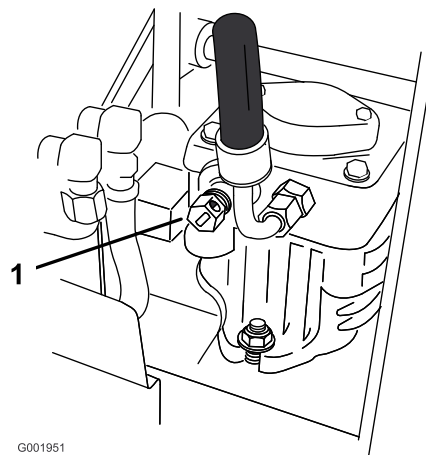

図 25
2. バイパスバルブを2個とも、左に1-2回転させて開く。これにより油圧ポンプがバイパスされ、車輪が自由に回るようになります(図 25)。